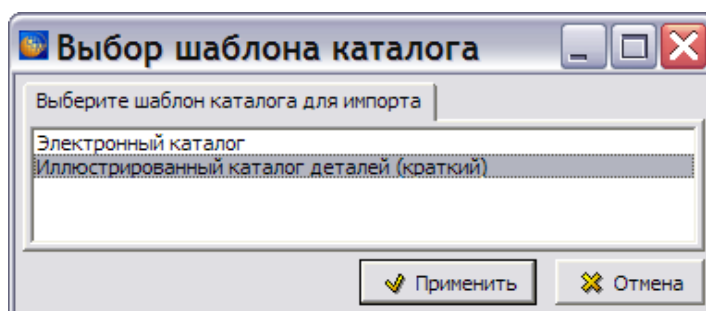

Рис. 21.62
2. Если в шаблоне проекта подготовлены несколько шаблонов электронных каталогов, то при импорте система предложит выбрать шаблон каталога (Рис. 21.62).